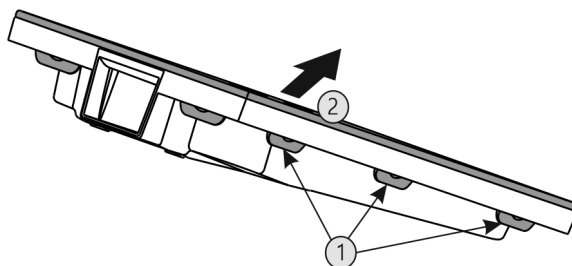

Fig. 57
- ▶ Stlačte za sebou všechny západky Fig. 57 (1) a sejměte kryt Fig. 57 (2).